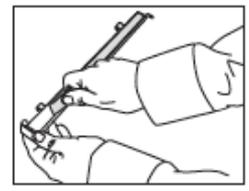

Fig. 2
2. Enlevez la protection en plastique des gradins coulissants (Fig. 2).